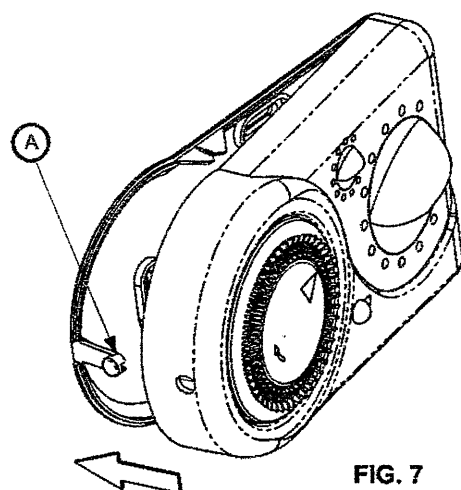

FIG. 7
- ⑩ Premere la calotta verso la base, facendo attenzione di far coincidere la morsettiera della base con quella della calotta; Quando la calotta tocca il fermo, A in fig. 7, premerlo leggermente verso l'interno, facendo sempre pressione sulla calotta, finché quest'ultima non si incastra alla base.
Press the thermostat body towards the plastic base, paying attention to couple the pins on the thermostat with the terminal block on the base. When the thermostat body reaches the plastic tooth 'A' in fig. 7, slightly press it with a movement to the internal side, still pressing the thermostat body towards the base, until the tooth snaps in the relevant hole.